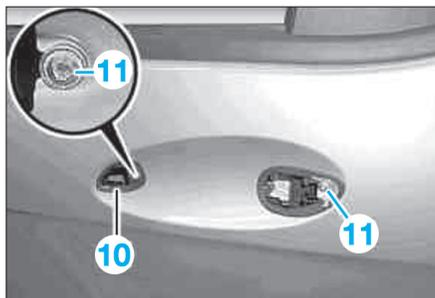

FIG. 54
- Déposer les vis (9).
- Enlever le joint d'étanchéité (10) de la poignée de porte (Fig.54).